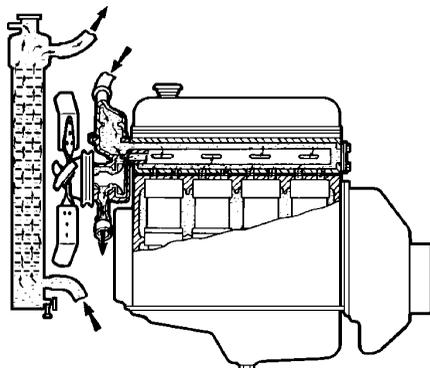

Рис. 4.35. Промывка системы охлаждения
Направление струи (рис. 4.35) должно быть обратным направлению движения воды при нормальной работе системы охлаждения.
3. Промыть радиатор (рис. 4.35) струей горячей воды в направлении, обратном циркуляции воды в двигателе в течение 30-40 минут под напором 48 кПа ( $0,5\text{ кгс/см}^2$ ).